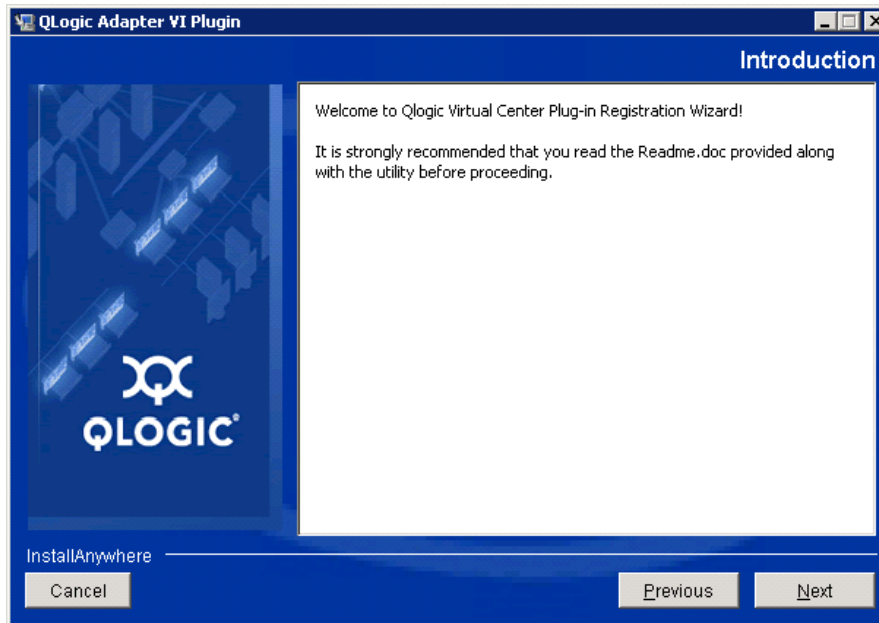

Ilustración 2-10. QLogic Adapter VI Plug-in Wizard: Introduction (Asistente del complemento del adaptador VI de QLogic: Introducción)
3. En la ventana de introducción del complemento del adaptador VI de QLogic (consulte la Ilustración 2-10), haga clic en **Next** (Siguiente).